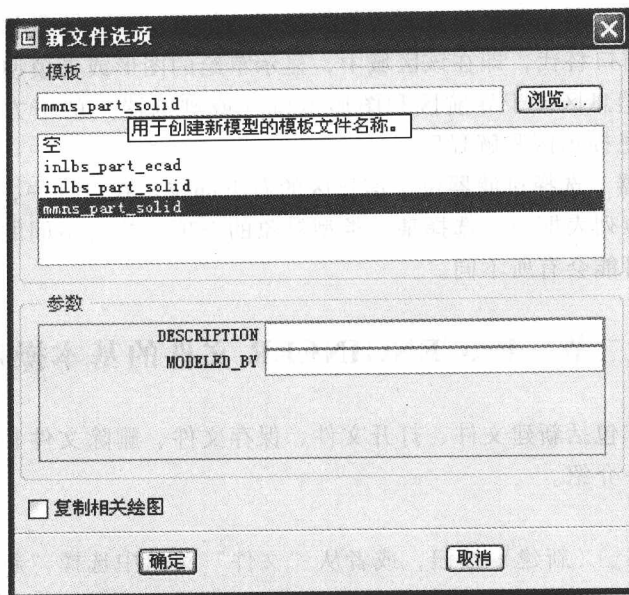

图 1-3 新模型的模板文件名
3) 在出现的“新文件选项”对话框中的“模板”选项组中选择 mmns_part_solid，如图 1-3 所示，单击“确定”按钮。